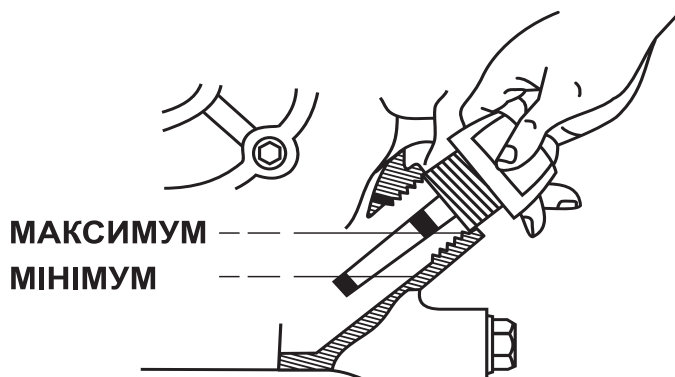

Рисунок 3 Схема перевірки мастила в картері двигуна
3. Перевірте рівень мастила за допомогою кришки-щупа. На рис. 3 показані мінімальний та максимальний рівень мастила.